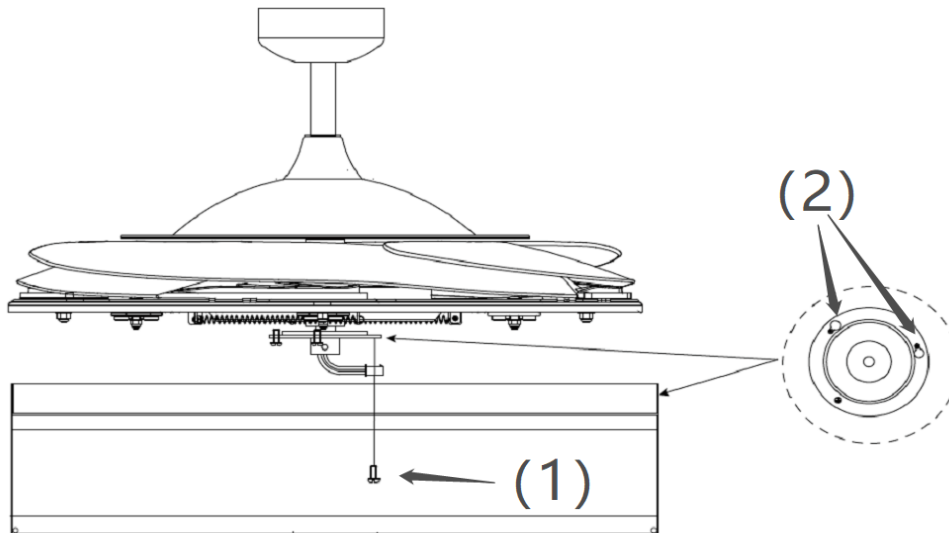

Abb. 6
INSTALLATION DES BELEUCHTUNGSSETS (Abb. 6 und 7)
1. Lösen Sie die Schraube (1) an der Ventilatorhalterung. Lassen Sie die beiden Schlitzschrauben mit den Langlöchern (2) der Beleuchtungshalterung fluchten. (Abb. 6)
2. Drehen Sie das Beleuchtungsset gegen den Uhrzeigersinn, bis die Schlitzschrauben fest am Ende der Schlitzlöcher sitzen (2).
3. Fixieren Sie die Schraube (1) an der Halterung des Lampenschirms. Ziehen Sie alle drei Schrauben fest. Überdrehen Sie die Schrauben nicht.